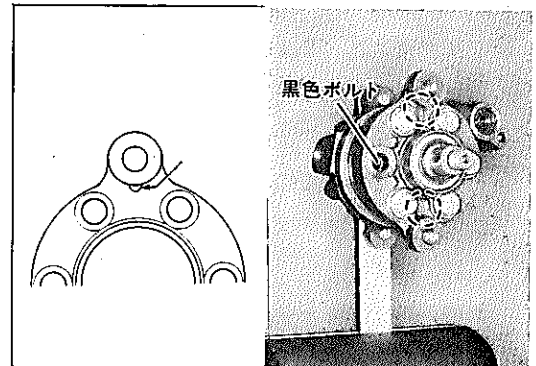

図6-6-33 フロント ハウジング組み付け G9017 P7279
2. 組み付けはフィットスド リングとサイドプレート、フロント ハウジングとのボルト穴を合わせ、ハウジング組み付け位置マークを図6-6-33のようにする。